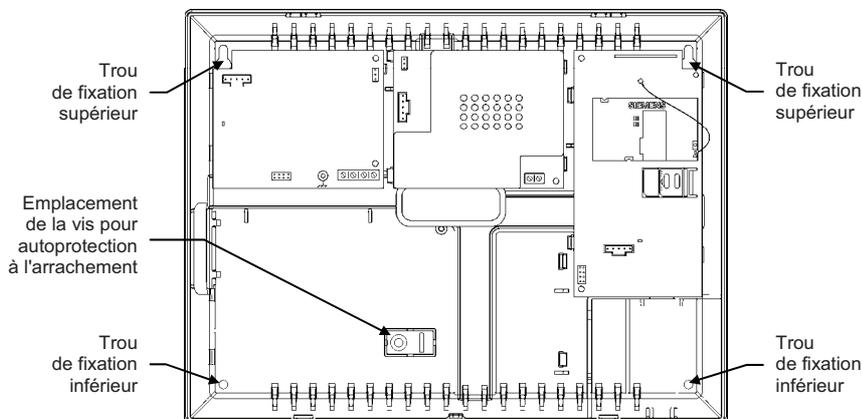

Figure 2.5: Embase (circuit imprimé principal et batterie de secours retirés)
3. Enlevez la batterie de secours. Si vous voulez installer la centrale avec le contact d'autoprotection, il est aussi nécessaire d'enlever le circuit imprimé principal. La figure 2.5 montre la centrale avec le circuit imprimé principal et la batterie de secours enlevés.